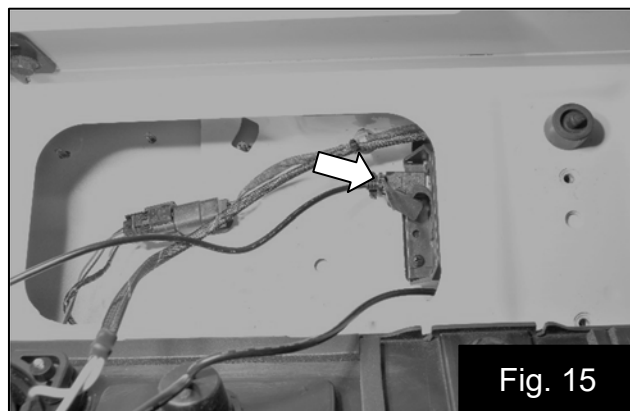

Fig. 15
19. Conecte el cable USB al amplificador y fije a la pestaña metálica con la amarra suministrada. Fig. 15